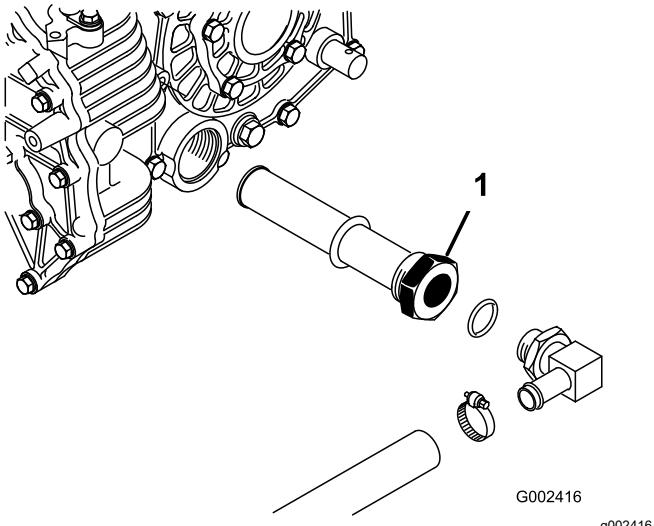

Figure 68
5. Notez l'orientation du flexible hydraulique et du raccord à 90° raccordés à la crêpine sur le côté du réservoir (Figure 68).